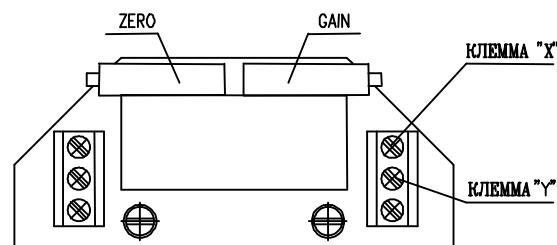

Рис.7
4.4.2 EPV - 3-проводниковое включение (рис.7)
- Установите датчик сопротивления на основании инструкций в предыдущей главе так, что величину сопротивления измеряйте на клеммах X-Y (рис.7). (употреблен датчик с сопротивлением 2000 Ω или 100 Ω)
- Поворачиванием устанавливающего триммера ZERO (рис.7) установите величину выходного сигнала тока, измеряемого на клеммах 81-82, на величину 0 мА или 4 мА.
- Поворачиванием устанавливающего триммера GAIN (рис.7) установите величину выходного сигнала тока, измеряемого на клеммах 81-82, на величину 20 мА или 5 мА.